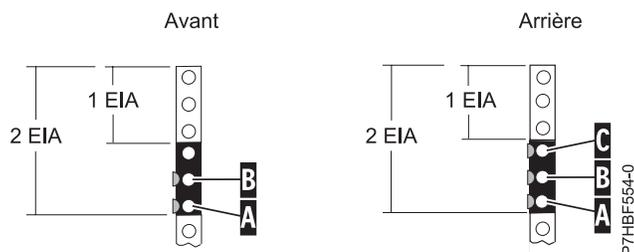

Figure 2. Marquer les trous sur l'avant et l'arrière du cadre de l'armoire
3. Commencez par le trou identifié par la marque **(A)** ; comptez un trou et placez la seconde marque **(B)**. Marquez l'armoire de sorte que la marque soit visible de l'arrière de l'armoire, comme illustré dans la figure 2.
6. Commencez par le trou identifié par la marque **(A)** ; comptez un trou et placez la seconde marque **(B)**, comme illustré dans la figure 2.
7. Commencez par le trou identifié par la marque **(B)**; comptez un trou et placez la troisième marque **(C)**, comme illustré dans la figure 2.